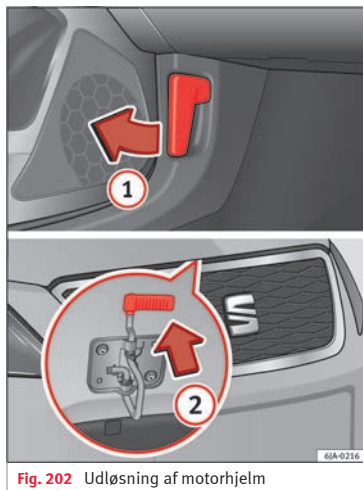

Fig. 202 Udløsning af motorhjelme
- Træk armen **1** » Fig. 202 under instrumentpanelet i pilens retning.
- Træk låsearmen i pilens retning **②** » Fig. 202. Motorhjelmens låses op.